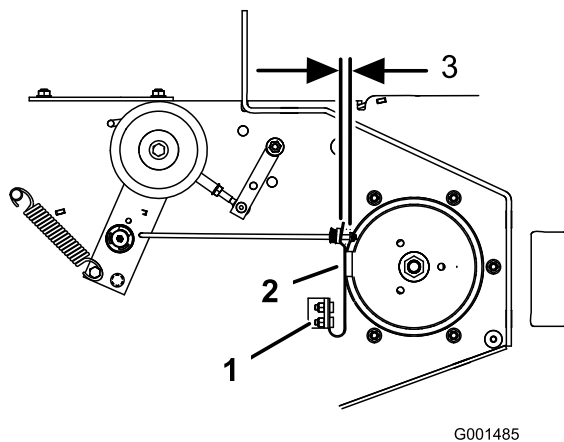

Figure 59
- Le cas échéant, ajustez les boulons de fixation de ressort de sorte que la plaquette de frein de lame frotte contre les deux côtés de la gorge de la poulie (Figure 59).
- Ajustez l'écrou à l'extrémité de la tige de frein jusqu'à ce que l'écrou et l'entretoise soient espacés de 3 à 5 mm (1/8 à 3/16 po) (Figure 59).